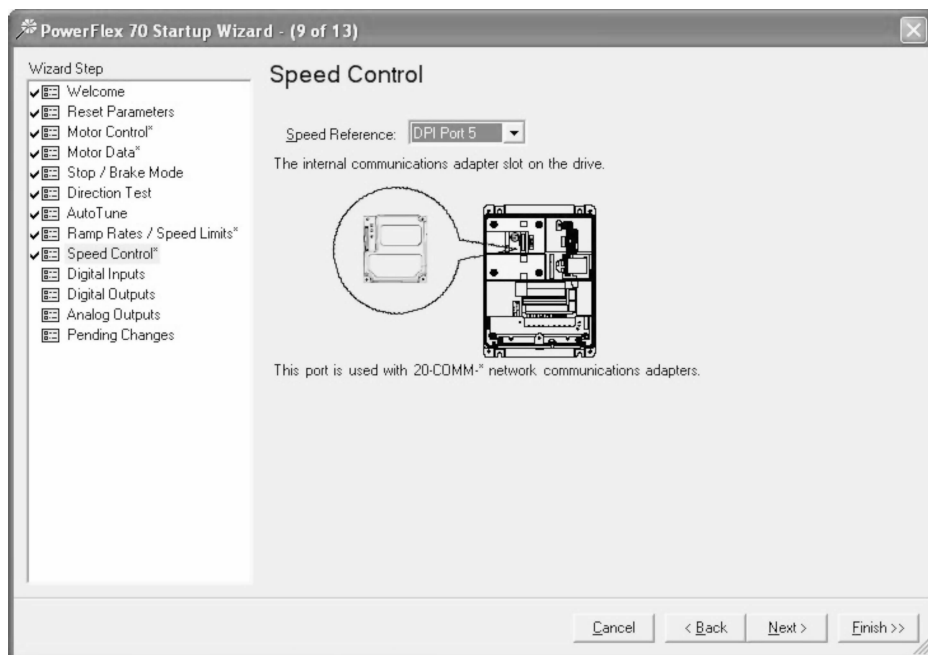
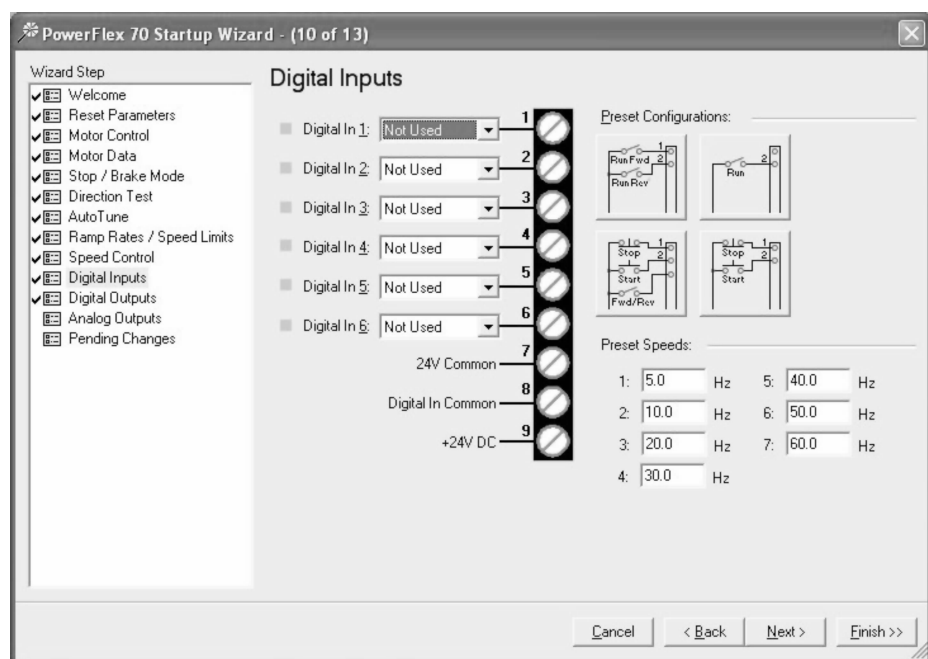

图 25-33 变频器启动向导
图 25-34 变频器启动向导
31. 执行 PowerFlex 70 EC 启动向导的第 9 步和第 10 步操作，如图 25-33、图 25-34 所示。